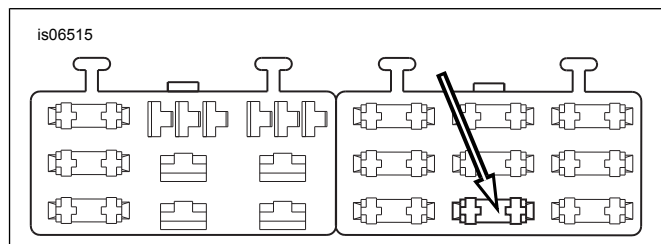

Figure 18. Cavité du bloc fusibles « OUVERTE » (Dyna 2004 et plus récents)
- Voir Figure 18. Repérer la cavité de fusible (1) marquée « OPEN » (ouverte) sur le couvercle du bloc fusibles dans le bloc fusibles de droite. Insérer la borne sur le fil adaptateur orange/blanc jusqu'au fond. Examiner une autre borne installée à l'usine pour effectuer une comparaison et s'assurer de l'orientation et la profondeur correctes.